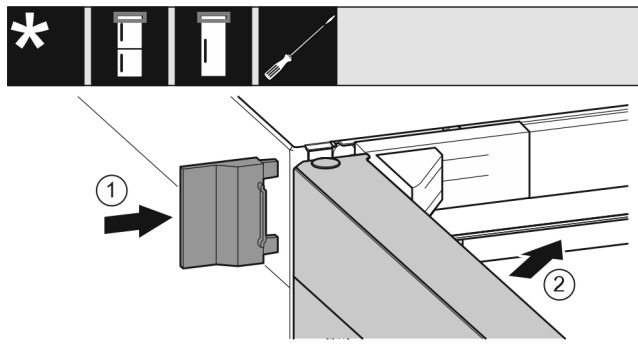

Fig. 21
- ▶ Ωθήστε το εξωτερικό κάλυμμα. Fig. 21 (1)
► Κλείστε την επάνω πόρτα. Fig. 21 (2)